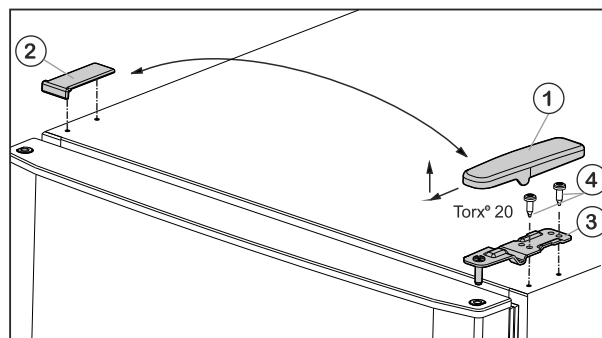

Fig. 6
- ▶ Tõmmake kate Fig. 6 (1) suunaga ette- ja ülespoole maha.
- ▶ Tõstke kate Fig. 6 (2) pealt ära.
- ▶ Kruvige ülemine laagritugi Fig. 6 (3) küljest ära (2 tk Torx® 20) Fig. 6 (4) ja tõmmake ülespoole maha.
- ▶ Pange ülemine laagripukk Fig. 6 (3) uuel šarniiriküljel ukse sisse.
- ▶ Kruvige ülemine laagripukk tugevasti (4 Nm) külge (2 korda Torx® 20) Fig. 6 (4). Kasutage vajaduse korral akutrelli.
- ▶ Pange kate Fig. 6 (1) vastasküljel väljastpoolt peale ja fikseerige.
- ▶ Pange kate Fig. 6 (2) vastasküljel ülaltpoolt peale ja fikseerige.